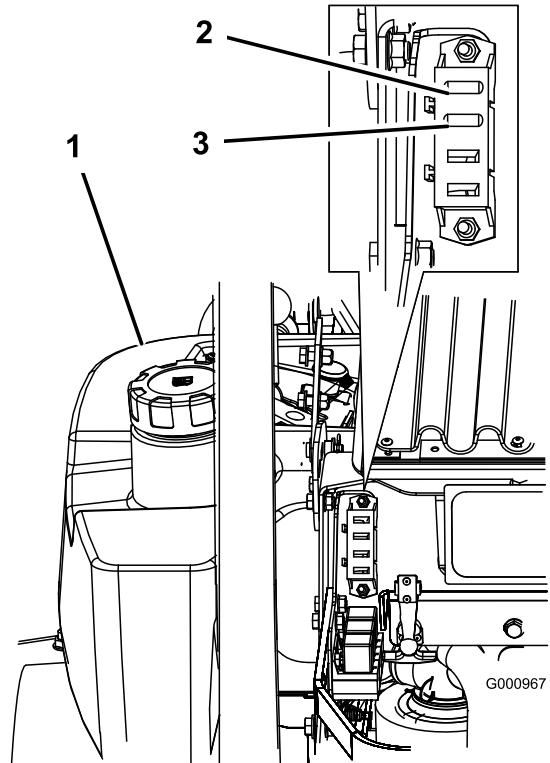

Figura 46
1. Sbloccate il cofano del motore ed alzatelo per accedere al portafusibili (Figura 46).
3. Montate un fusibile nuovo (Figura 46).